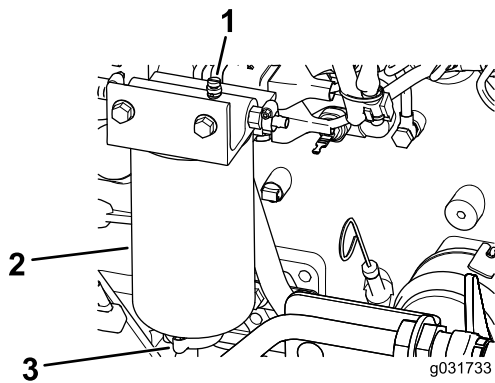

Figura 88
2. Afloje la válvula de vaciado en la parte inferior del filtro (Figura 88).
2. Drene parte del combustible aflojando el tapón de ventilación y abriendo el tapón de vaciado (Figura 88).